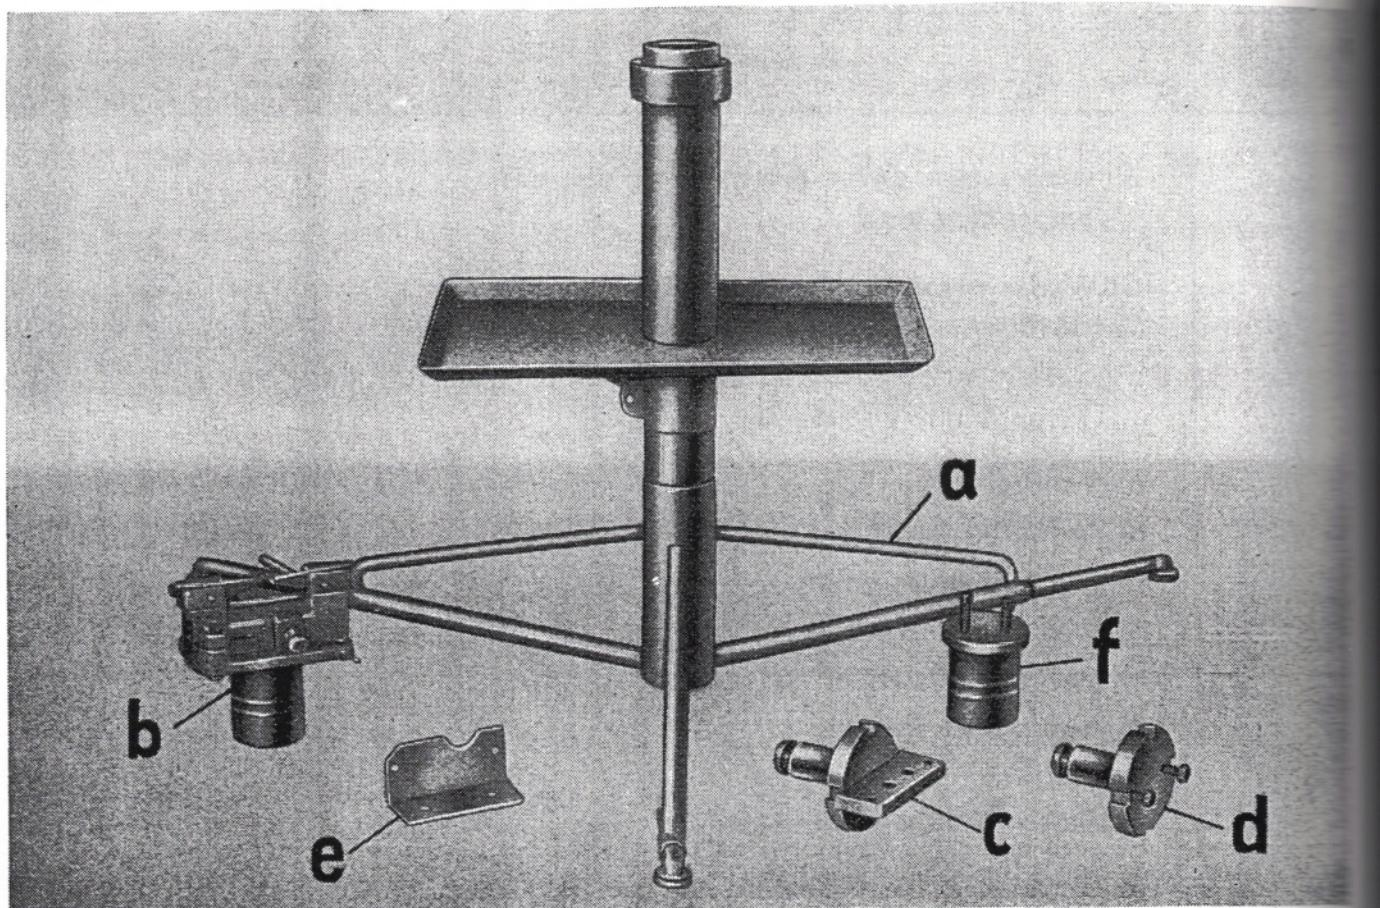

Abb. 10 DKW-Universal-Montagebock (Grundeinheit)
I. Grundeinheit (Siehe Abb. 10)